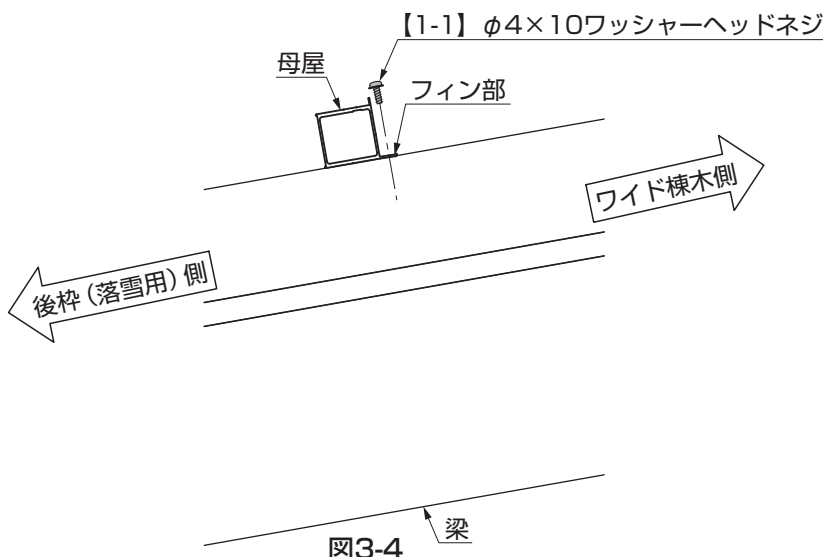

図3-4
③ワイド棟木側にフィン部を向けて、母屋を梁に【1-1】で取付けてください。（図3-4参照）